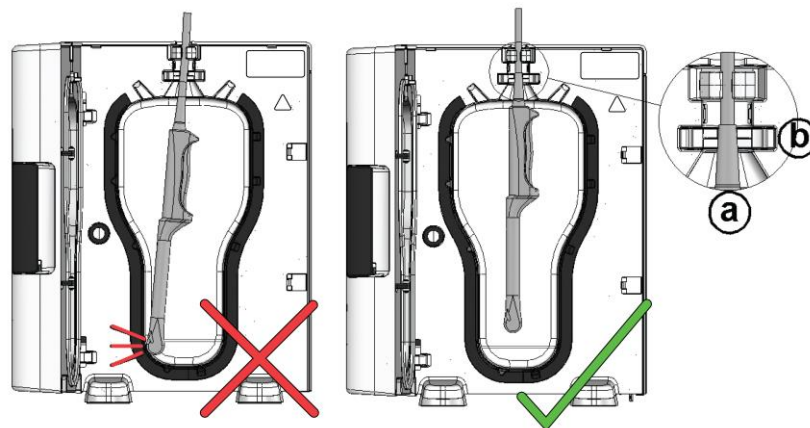

Figura 10
3. A sonda é firmemente segurada na câmara com dois grampos. Consulte a Figura 10.
A sonda possui uma pequena manga na parte posterior da pega, que cobre o cabo eléctrico. Este é o Bucim da Sonda. Consulte a Figura 10(a).